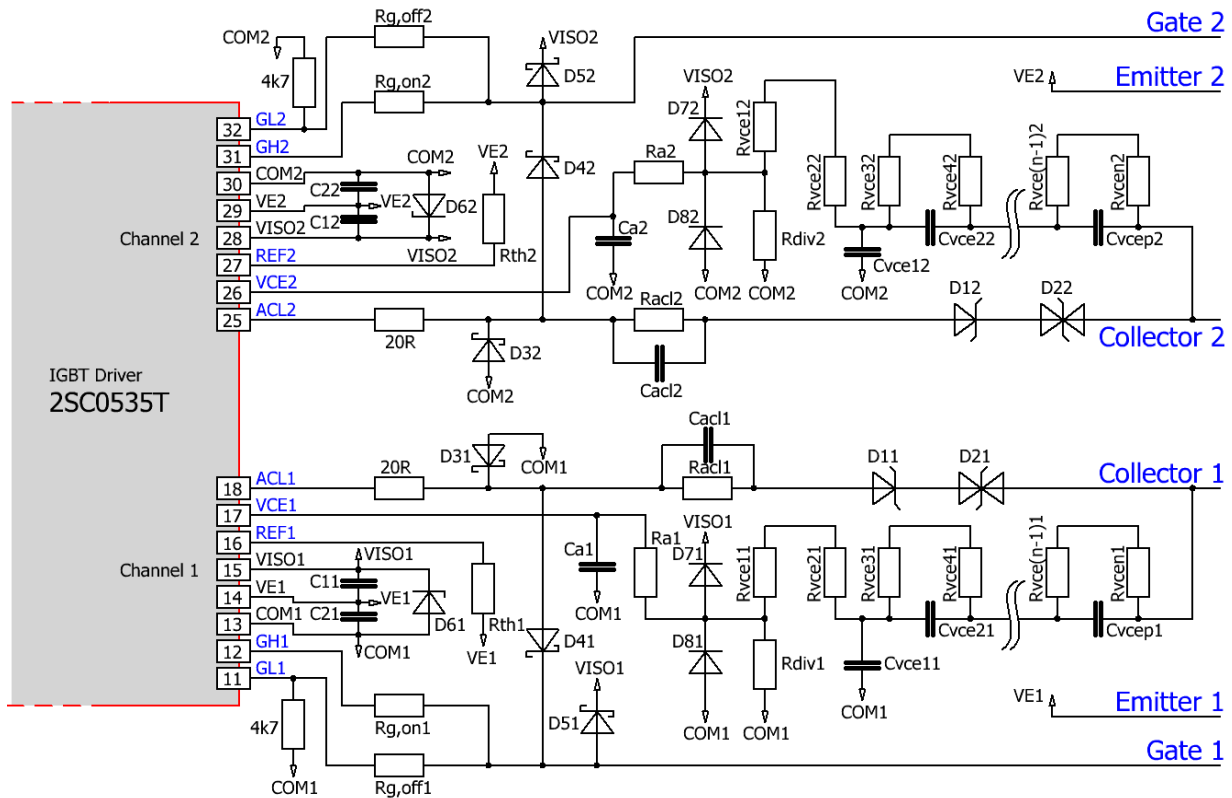

図 7 推奨される 2SC0535T (二次側) のユーザー インターフェース
VISOx 及び VEx ターミナル間に 9.4 μ F のコンデンサを外付けし (図 7 の C_{1x})、IGBT モジュールを最大 4.7 μ C のゲート電荷で駆動させることを推奨します。
- VISOx と VEx の間で 1 μ C ごとに 4 μ F (図 7 の C_{1x})。あるいは、
- VEx と COMx の間で 1 μ C ごとに 2 μ F (図 7 の C_{2x})